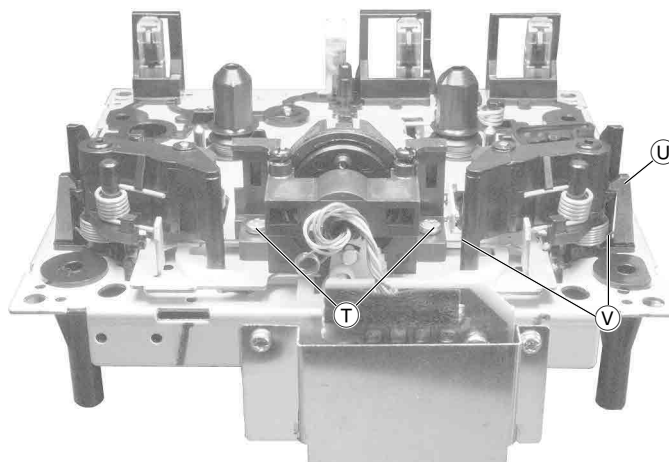

Fig. 10
- 2 Schrauben (T) (Fig. 10) herausdrehen und A/W-Kopf abnehmen.
- Rastnase (U) (Fig. 10) ausrasten.
**Montagehinweis:** Feder (V) wieder einhängen (Fig. 10).
- Undo 2 screws (T) (Fig. 10) and remove the R/P Head.
- Disengage catch (U) (Fig. 10).
**Reassembly:** When reassembling hook in the spring (V) (Fig. 10).